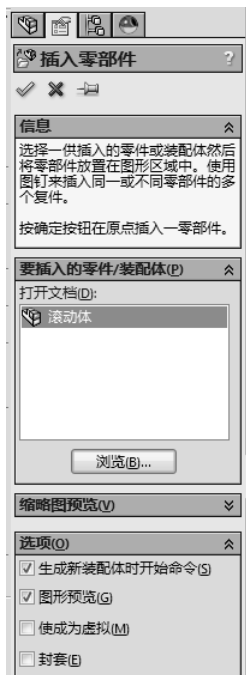

图 7-103 设置插入零部件操控板
- [1] 单击装配体工具栏上的【插入零部件】按钮, 出现插入零部件操控板, 单击【浏览】打开现有文件滚动体, 设置插入零部件操控板, 如图 7-103 所示。